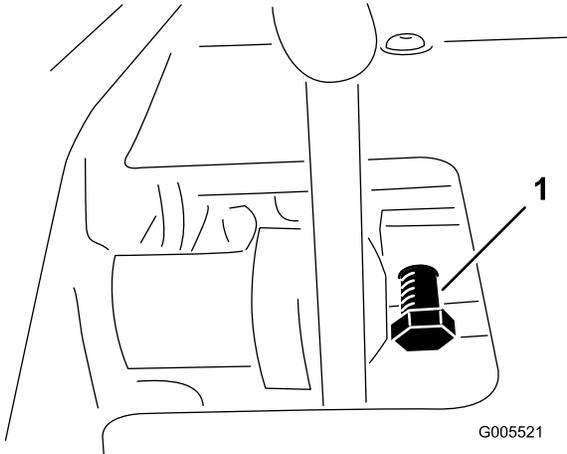

図 54
1. ペダルロックボルトのジャムナットをゆるめる (図 54)。